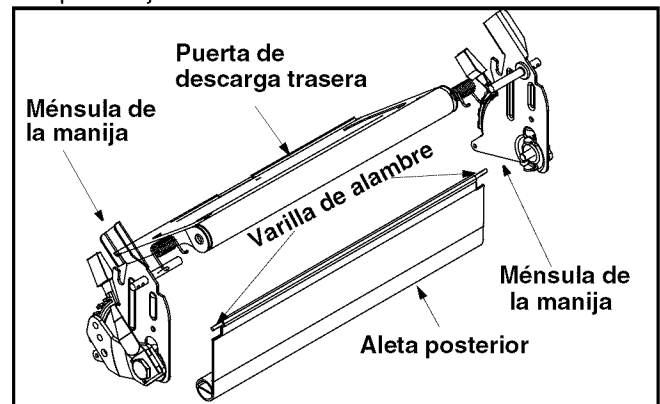

Figura 14
- Para retirar el alerón trasero, corte el extremo plano de la varilla de alambre que lo sujeta a la cubierta. Vea la Figura 14 .